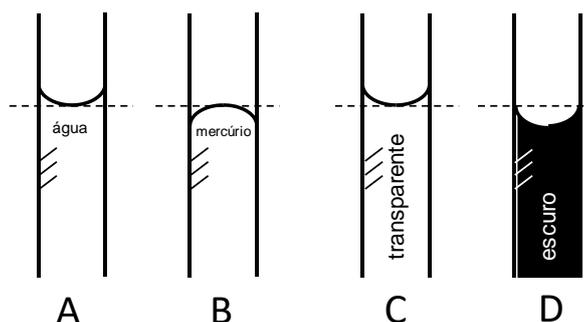
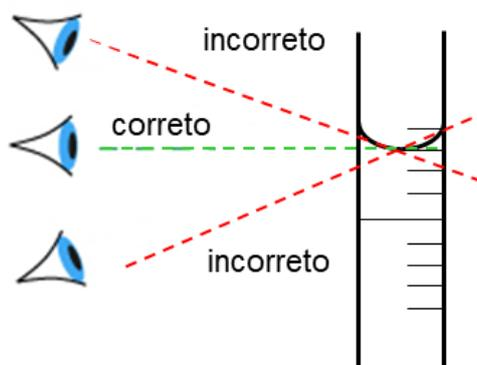

Figura 2: A - menisco côncavo, B - menisco convexo, C - leitura do menisco para soluções transparentes e D - leitura do menisco para líquidos escuros.
Figura 3: Forma correta de se ler o volume de um líquido com a linha de visão tangencial ao centro do menisco.
**Leitura do nível de um líquido - menisco:** a medida do volume de líquidos é feita comparando-se o nível do líquido com as marcações nas paredes da vidraria. Para ler corretamente o nível de um líquido, é importante olhar pela linha tangente ao menisco, que é côncavo no caso de líquidos que aderem ao vidro, e convexo no caso de líquidos que não aderem ao vidro (mercúrio), Figura 2. O menisco consiste na interface entre o ar e o líquido a ser medido. Para líquidos incolores ou transparentes o seu ajuste deve ser feito de modo que o seu ponto central fique horizontalmente tangente ao plano da linha do traço de graduação, mantendo o plano de visão coincidente com esse mesmo plano para evitar o erro de paralaxe, Figura 3. Para líquidos escuros, a leitura é feita na parte superior do menisco.